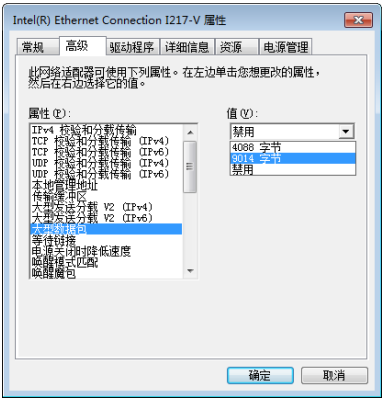

图3-7 网卡属性配置
2. 在控制面板中，选择“硬件和声音”>“设备管理器”>“网络适配器”，选中对应的网卡，打开属性中的高级菜单，将本地网卡大型数据帧设置为最大值 9014 字节，如图 3-7 所示。